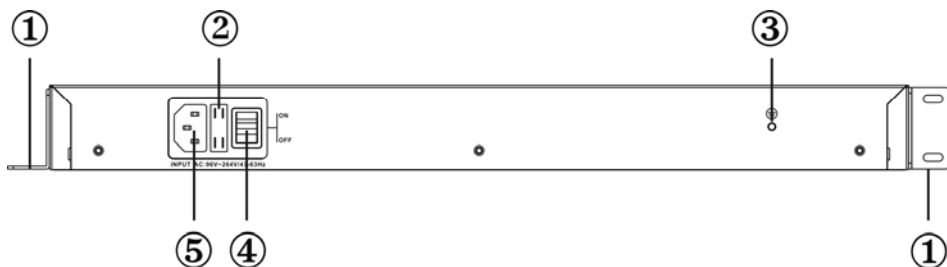

Рисунок 2 – задняя панель изделия
- Подключите кабель сетевой (входит в комплект поставки) к разъему питания 96...264 В (см. рисунок 2).
- Включите изделие посредством выключателя сетевого (см. рисунок 2).
- Проверьте состояние и номинал установленного предохранителя (см. рисунок 2)